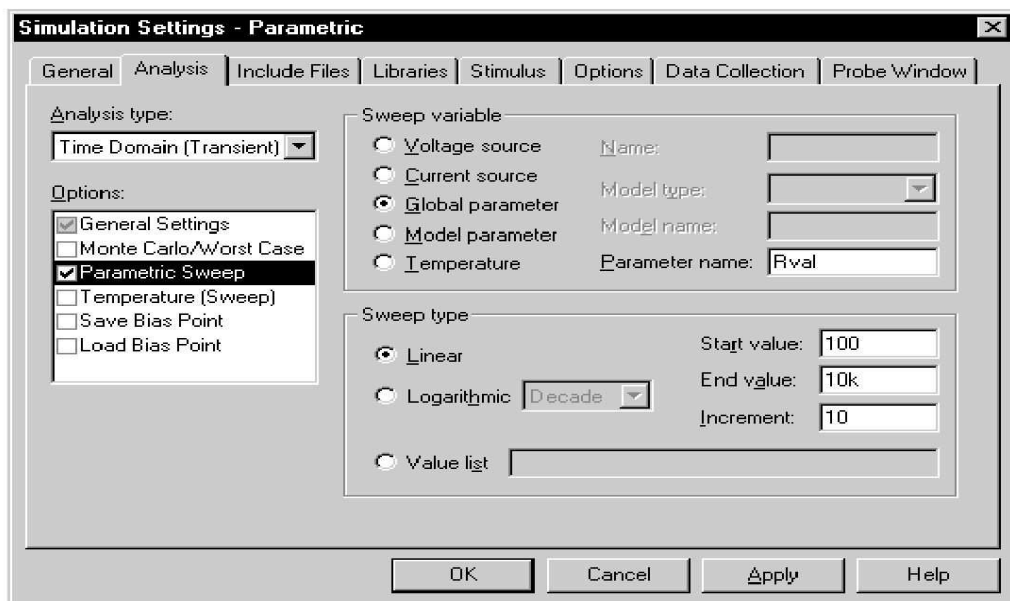

Figure 23 Parametric simulation settings.
5. Στις επιλογές, ρυθμίζουμε τα settings όπως φαίνεται στο figure23.